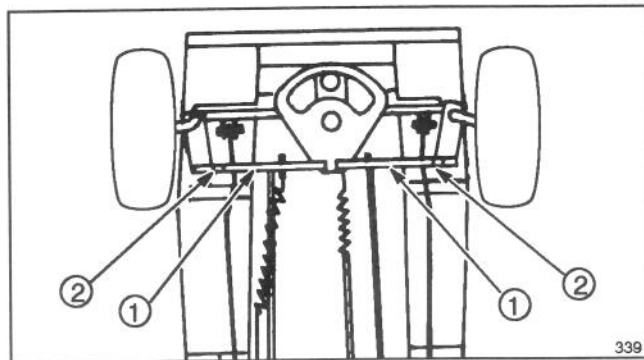
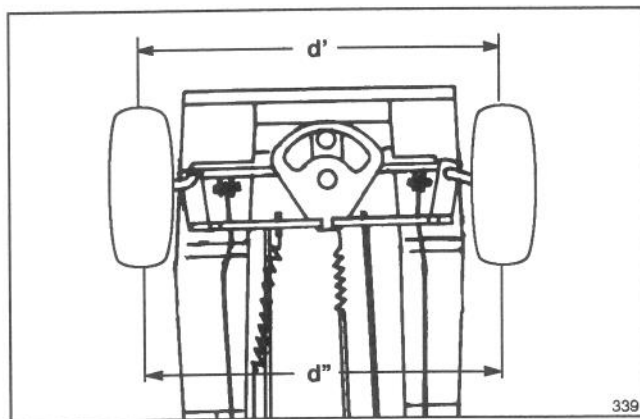

Figure 27
Figure 28
1. Pour aligner les roues avant, desserrer le contre-écrou et tourner la barre d'accouplement jusqu'à ce que l'axe entre l'avant des roues (d') fasse de 1,5 mm à 6,3 mm moins que l'axe entre l'arrière des roues avant (d'') (Fig. 27 et Fig. 28).